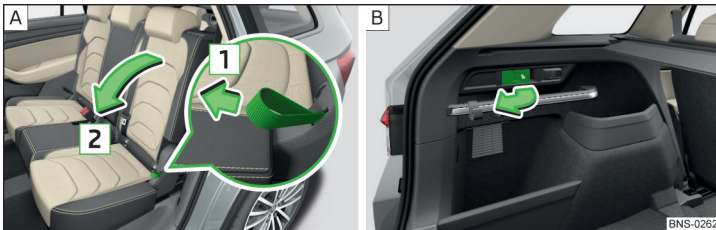

Abb. 93 Vom Fahrgastraum aus / vom Gepäckraum aus vorklappen
- › An der Schlaufe in Pfeilrichtung **1** im seitlichen Sitzbereich ziehen und die Sitzlehne in Pfeilrichtung **2** vorklappen » Abb. 93. Die Verriegelung muss hörbar einrasten.
- › Den jeweiligen Hebel in Pfeilrichtung ziehen » Abb. 93. Die Sitzlehne wird entriegelt, ggf. vorgeklappt.
- › An der Schlaufe **1** ziehen und die Sitzlehne entgegen der Pfeilrichtung **2** zurückklappen » Abb. 93. Die Sitzlehne muss hörbar einrasten.